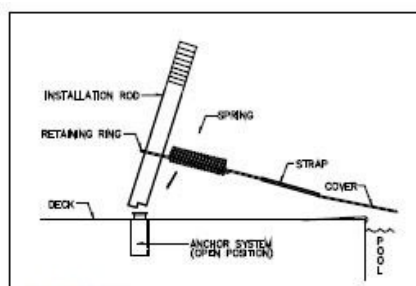

Figura 9
Step 1: Inserire la barra d'installazione nell'anello all'estremità della molla (vedere figura 9).